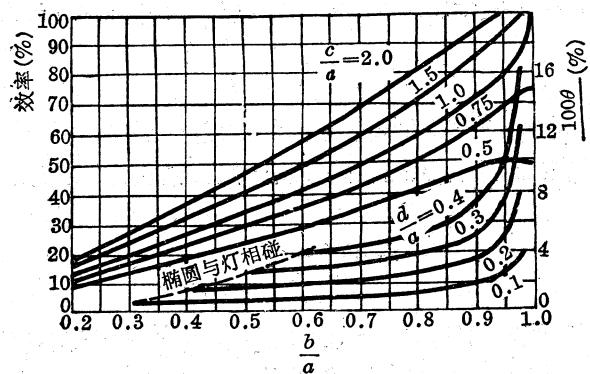

图3 单椭圆柱反射器的光照效率
在对反射器的实际设计中, 总是既要结构紧凑又要效率高。图3与图4为引自参考资料[1]的光照效率曲线, 图中 c 为激光棒直径, 其他参数意义同前。由此不难看出, 提高光照效率的主要途径有二: 1. 增大激光棒直径与灯管直径之比 c/d ; 2. 增大椭圆的轴比 b/a 。第1条要求我们选用细灯管。第2条要求我们一方面要缩小 Δ 值, 在结构允许的情况下, 最好取 $\Delta=0$; 另一方面要增大 φ 角。然而, φ 角太大在加工时若不换用较长刀杆, 则发生铣刀头与工件相碰的现象, 灯管与夹套允许尺寸的大小也限制着 b/a , 因而 φ 值不能取得太大。
3. 由图3、图4可以看出, $b/a=0.866$ 时的光照效率已相当令人满意。